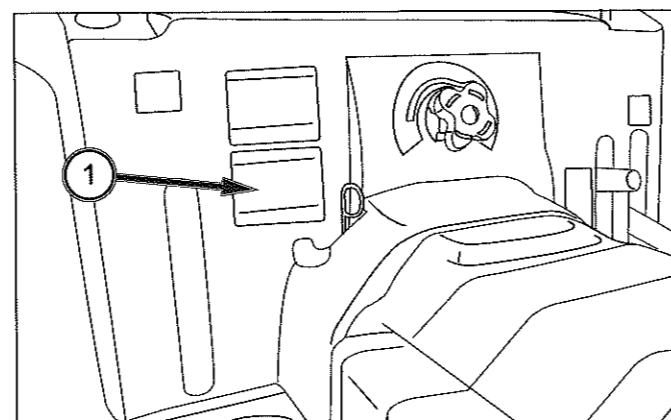

FIG. 29
FIG. 29 et 30 : Plaque d'identification du tracteur (1), située au-dessous du siège du conducteur sur le côté droit de l'aile. Cette plaque indique le type de tracteur, le modèle, l'année et le mois de fabrication ainsi que le numéro de série.